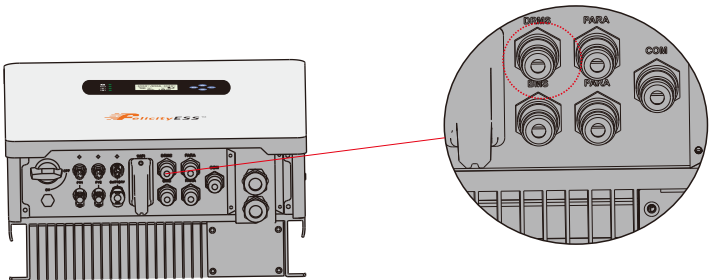

Figure 4.6-5 Interface Rj45
Étape 4. Branchez le terminal RJ45 à la position appropriée sur l'onduleur. Voir Figure 4.6-5.